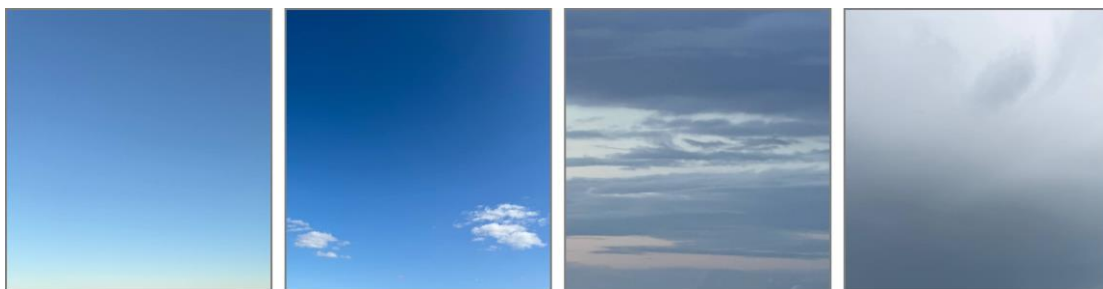

Рисунок 18 – Пример погодных условий для использования трекера «сегмент»
- **сегмент** – предназначен для работы в условиях ясного неба, разреженной кучевой облачности или сплошной слоисто-дождевой облачности (рисунок 18);